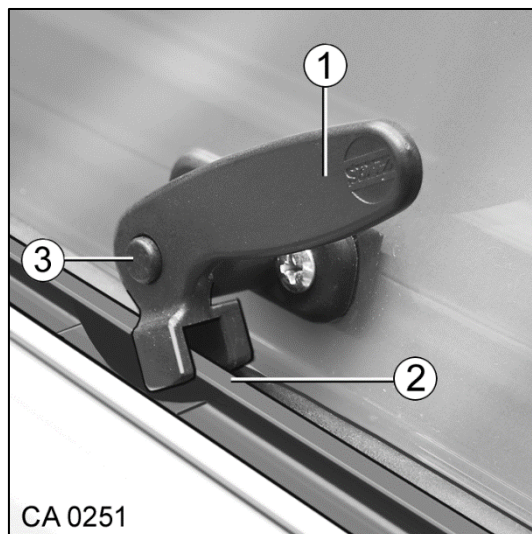

Fig. 49 Verrouillage des vitres orientables
1. Appuyer sur le bouton de blocage (Fig. 49/3) et le maintenir appuyé.
2. Placer le levier de verrouillage (Fig. 49/1) verticalement.
4. Tourner de nouveau la clé du levier de verrouillage (Fig. 49/1) en position initiale. Fermer le levier de verrouillage de manière à ce que celui-ci s'engage autour de l'entretoise de la vitre (Fig. 49/2).
5. Vérifier si le bouton de blocage n'est pas enfoncé, mais sécurise le levier de verrouillage (Fig. 49/1).